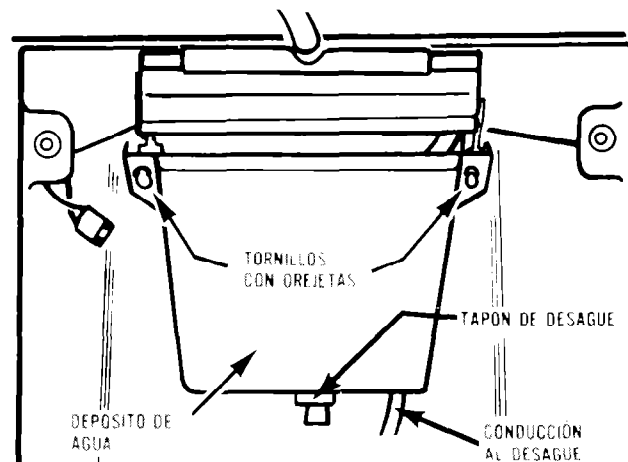

FIGURA 5
4. Vaciar el depósito de agua (*Figura 5*) quitando el tapón de goma. Volver a poner el tapón.
12. Desmontar el depósito de agua (dos tornillos con orejetas) (Figura 5).